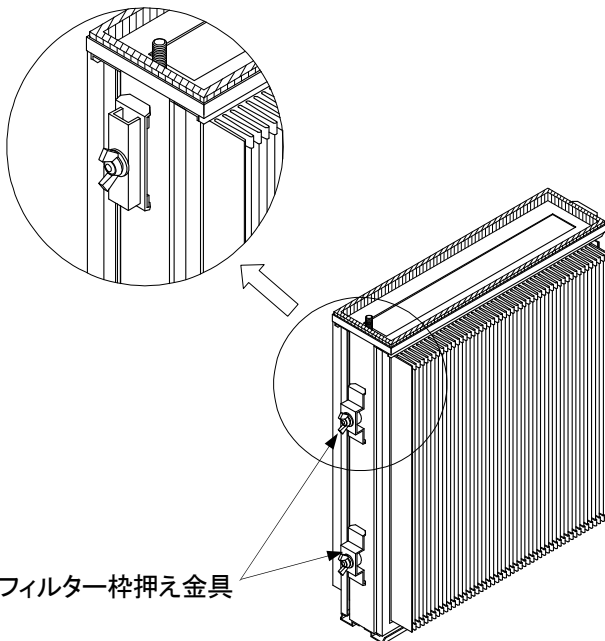

図2
- ③蝶ボルトを緩めフィルター枠押え金具を図2のように向きを変えてください。